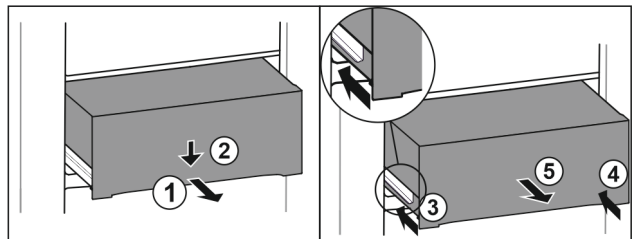

Fig. 104
- ▶ Schubfach halb herausziehen. *Fig. 104 (1)*
- ▶ Schubfach an der Vorderseite nach unten drücken. *Fig. 104 (2)*
- ▶ Linke Schiene etwa 2 cm einschieben. *Fig. 104 (3)*
- ▶ Rechte Schiene etwa 2 cm einschieben. *Fig. 104 (4)*
- ▶ Schubfach nach vorne entnehmen. *Fig. 104 (5)*